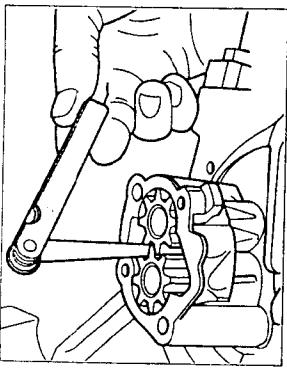

图 1-26 机油泵轴向间隙的检测
- (2) 检查机油泵轴向间隙，如图1-26所示。磨损极限为0.15mm。